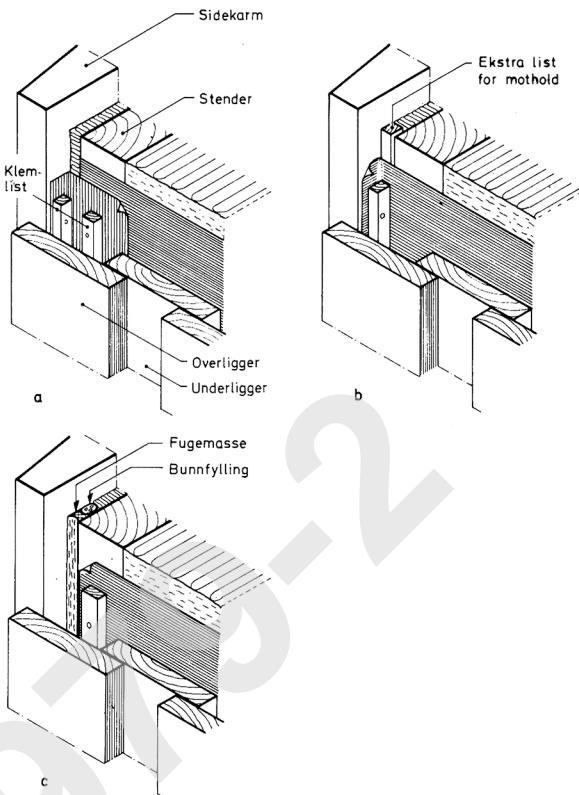

Fig. 321
- 321 Fugen mellom karm og bindingsverk kan tettes med bygningspapp eller fugemasse. Fig. 321 a, b og c. Profilerte klemmlister kan benyttes i spesielle tilfeller der toleransene er små, f.eks. ved prefabrikerte vegg-elementer. Innsprøyting av polyuretanskum som tetting av fugen mellom karm og bindingsverk, er også mulig. Bygningspapp må klemmes mot sidene i karmen og overlappes med pappen i vegggen. I veger med vindtett underkledning av plater klemmes pappremsen mot eller under underkledningen. Ved bruk av fugemasse må det legges inn bunnfylling av f.eks. skumplast.